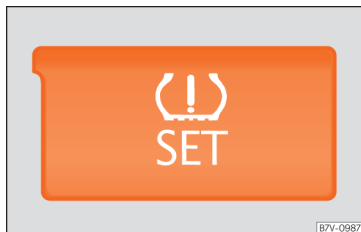

Abb. 298 Mittelkonsole: Taste für die Reifendruckkontrollanzeige.
- Halten Sie die Taste (L) SET » » Abb. 298 gedrückt, bis ein akustisches Signal ertönt.
Der unsachgemäße Gebrauch der Einstelltaste der Reifendruckkontrollanzeige kann dazu führen, dass die Reifendruckanzeige falsche Warnungen ausgibt oder trotz einem gefährlich geringem Reifendruck keine Warnung ausgibt »» **Abb. 298.**